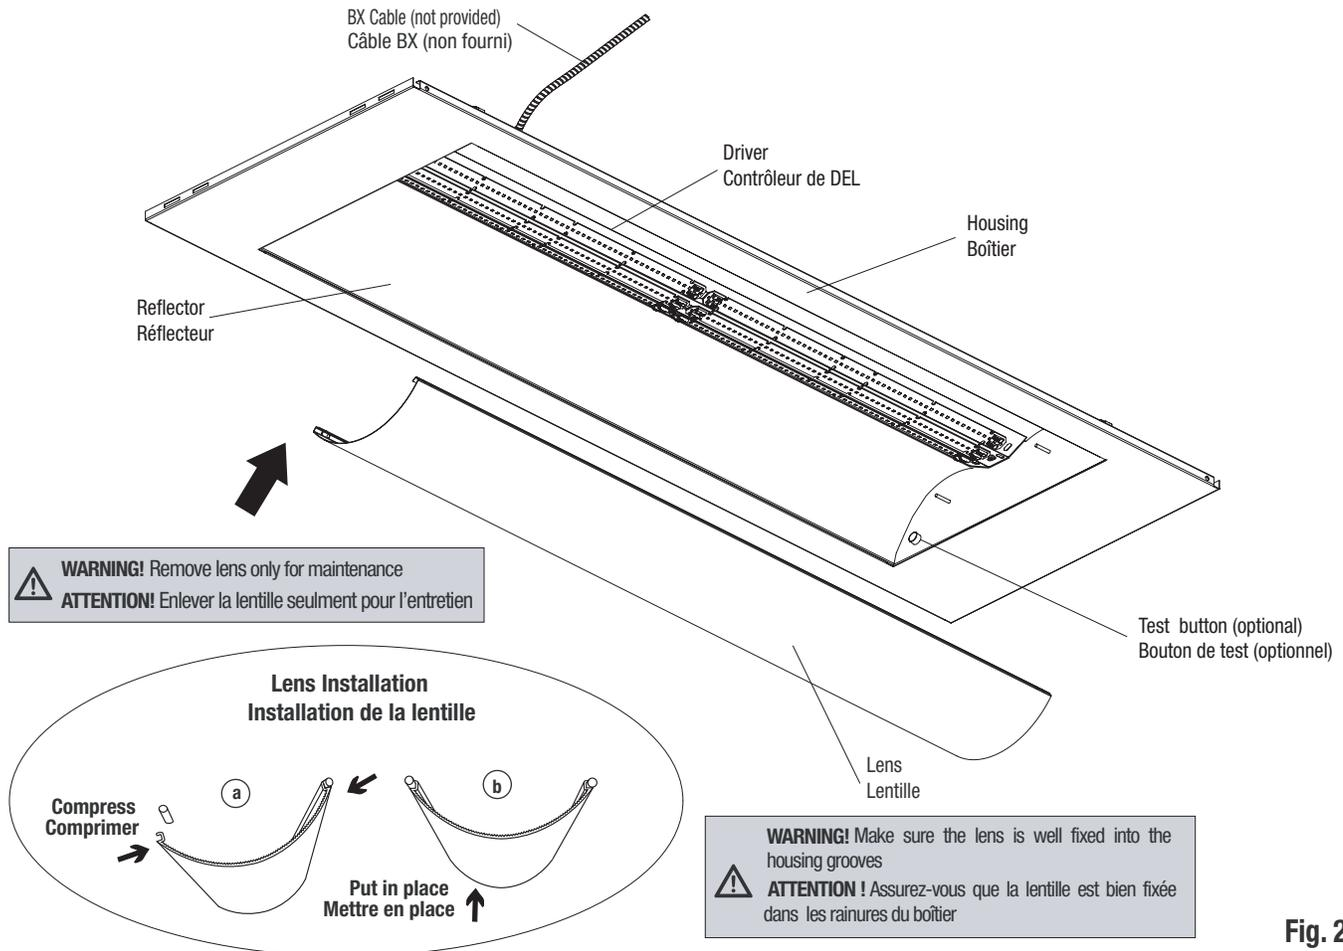

Fig. 2
To Test, press the TEST button (Fig. 2). The charge indicator included into the TEST button will go out and the luminaire will come on supplied by the direct current (DC). Release the TEST button. The charge indicator will come on and the luminaire will be supplied by the alternating current (AC). After the battery has reached full charge, the indicator light will go out. Under normal operation the charge indicator will turn on and off intermittently while the unit is in standby mode (regular AC is present) since the charge rate will vary in order to maintain an optimal battery performance.
Pour effectuer un test, appuyer sur le bouton TEST (Fig. 2). Le voyant témoin de charge inclus dans le bouton TEST s'éteindra et le luminaire s'allumera alimenté par le courant continu (c.c.). Relâcher le bouton TEST. Le voyant témoin de charge s'allumera et le luminaire sera alimenté par le courant alternatif (c.a.). Une fois la batterie entièrement chargée, le voyant témoin s'éteindra. En fonctionnement normal, le voyant témoin s'allumera et s'éteindra de façon intermittente pendant que l'unité est en mode réserve (le c.a. régulier est présent) puisque le taux de charge variera pour maintenir une performance de batterie optimale. L'équipement doit être vérifié tous les 30 jours pendant 30 secondes.